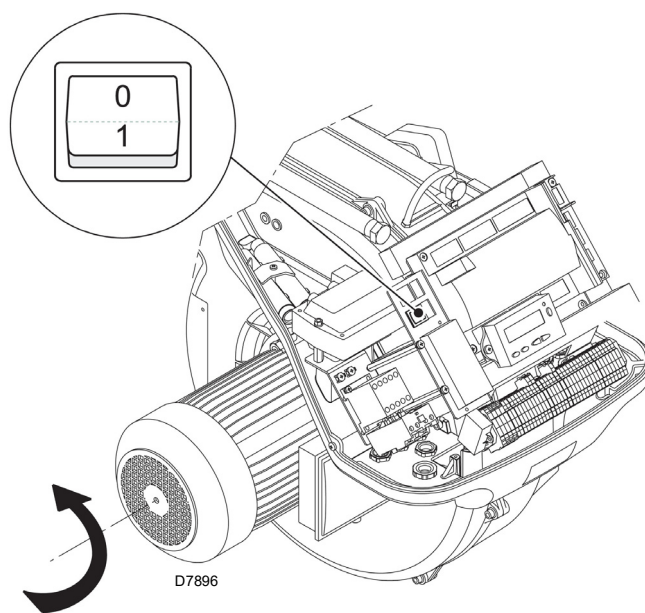

Fig. 27
Cerrar los termostatos/presostatos y poner el interruptor de la Fig. 27 en la posición "1".
Inmediatamente después del arranque del quemador posicionarse de frente al ventilador de refrigeración del motor ventilador y controlar que el mismo gire en sentido contrario a las agujas del reloj. Véase la Fig. 27. Si esto no ocurriese:
- colocar el interruptor de la Fig. 27 en la posición "0" y esperar que la caja de control ejecute la fase de apagado;
El quemador está en estado de espera de solicitud de calor o el selector "0-1" de la (Fig. 27 a pág. 32) está en la posición "0".